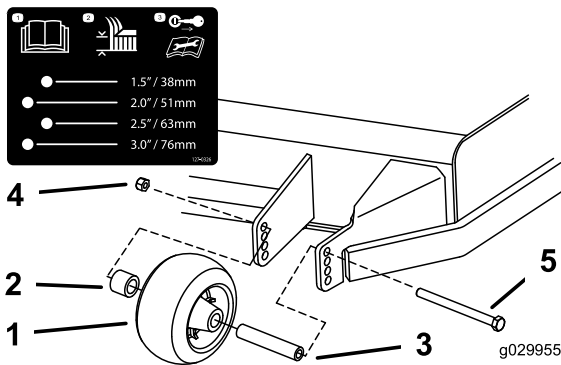
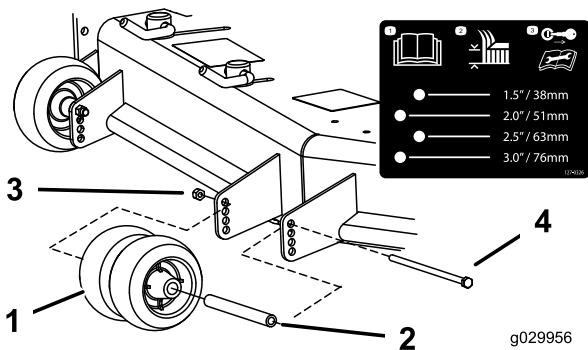
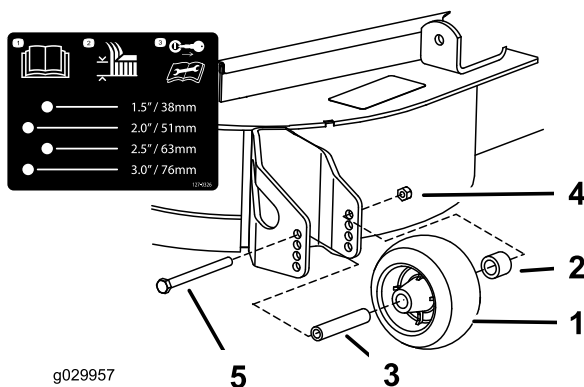

Figure 32
Figure 33
Figure 34
3. Réglez les galets anti-scalp comme montré à la Figure 32, la Figure 33 et la Figure 34.